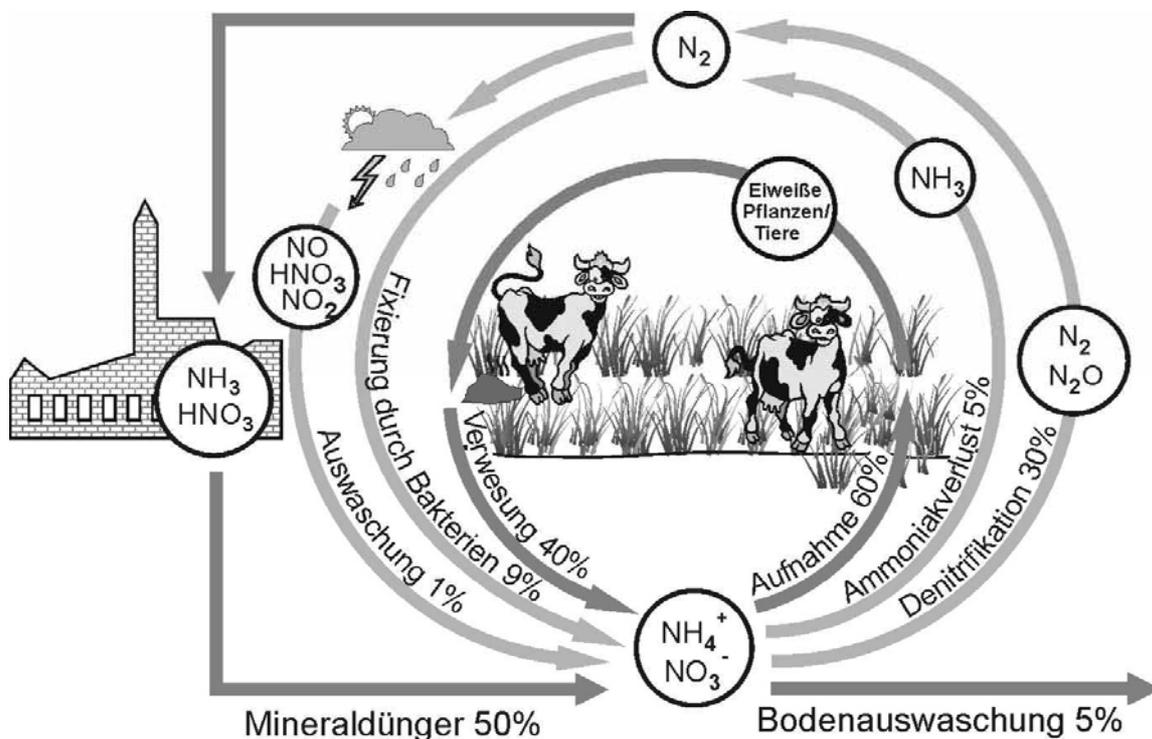

Abb. 3.1: Stickstoffkreislauf
2.4 Beschreiben Sie den Stickstoffkreislauf mithilfe der Abbildung 3.1 „Stickstoffkreislauf“. Beginnen Sie dabei mit der Aufnahme der Nährstoff-Ionen aus dem Boden. Beziehen Sie in Ihre Beschreibung drei mögliche Reaktionsgleichungen ein und bestimmen Sie die jeweilige Reaktionsart.
Berechnen Sie aus den Prozentzahlen in der Abbildung 3.1 „Stickstoffkreislauf“ den Verlust an Stickstoff in kg pro Hektar und die vom Bauern auszubringende Masse an Ammoniumnitrat pro Hektar.